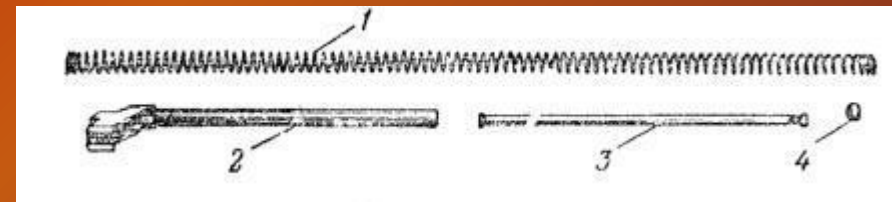

Рис. 33 .Возвратный механизм
18. Возвратный механизм (рис. 33) служит для возвращения затворной рамы с затвором в переднее положение.